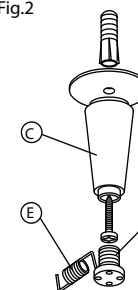

Fig.4
5. Placer la toile en mettant les trous F aux extremités du ressort fig 4.
5. Colocar la tela metiendo los agujeros F en los extremos del muelle (fig 4).
5. Place the cloth by inserting holes F in the spring ends (fig 4).